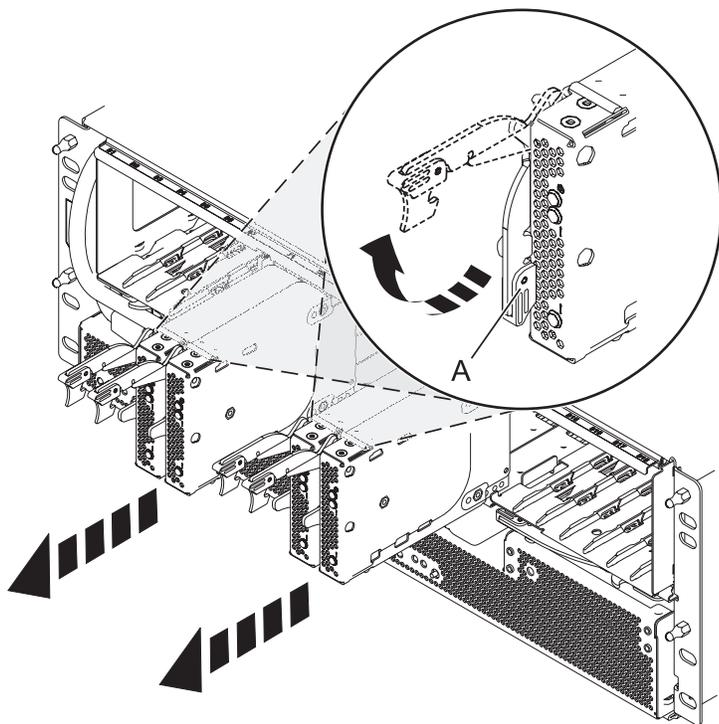

図 52. バックプレーンからのポート・カードの取り外し
5. 72 ページの図 52 に示すように、ポート・カードおよびフィラーを取り外します。
- a. ラッチ・ハンドル (A) の端を掴んで上に引き、ポート・カードをアンロックします。